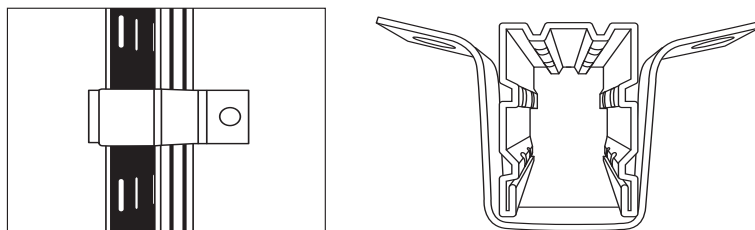

Рис. 23. Крепление стеллажа к стене.
2) Крепление к стене. Для крепления стоек стеллажа ГТС Универсал к стене используются скобы ГТС крепления к стене. Крепёж в комплект не входит, подбирается индивидуально в зависимости от материала стен, к которым крепится скоба. Количество скоб крепления к стене, в пересчете на одну раму (пару стоек), зависит от высоты стоек (рис. 23). Для высоты до 2500 мм используется 1 скоба, от 3000 до 3500 мм — 2 скобы, для 4000 мм — 3 скобы.